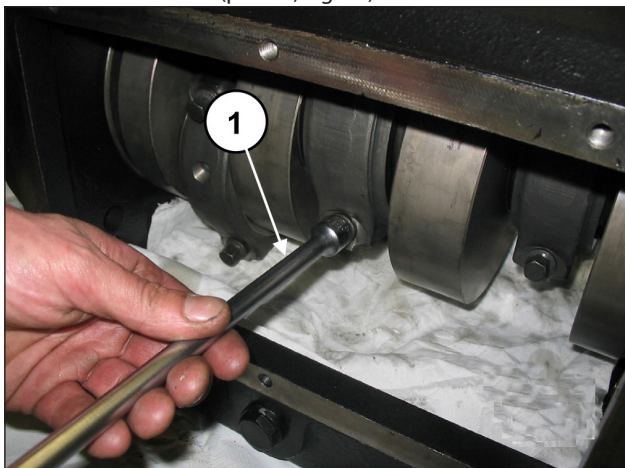

Fig. 23
Svitare le viti di biella (pos. ①, Fig. 23).